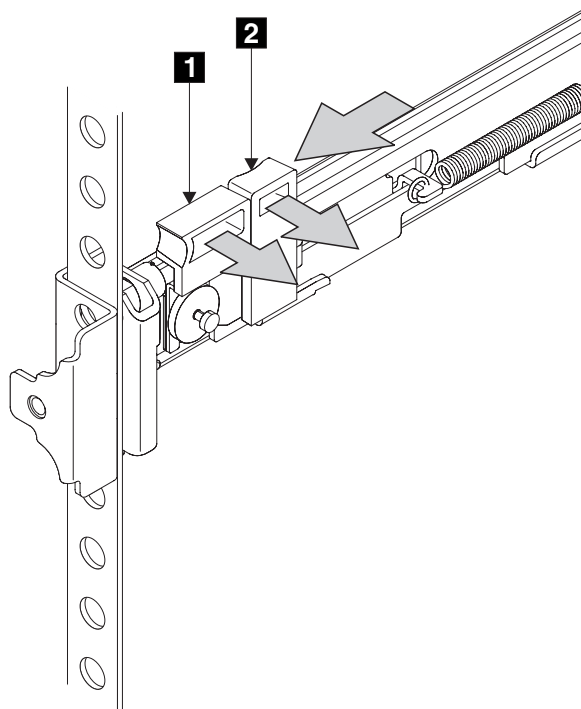

図 95. ラッチ・ロック・キャリア・アセンブリーを閉じる
8. ラッチ・ロック **2** (143 ページの図 95) をレールから離れる方向に押して、キャリアを解放します。ラッチ・ロック・キャリアがラックの前方向にスライドし、位置決めピンが、前部フランジの穴と前部レール・ブラケットの穴を通して突き出ます。